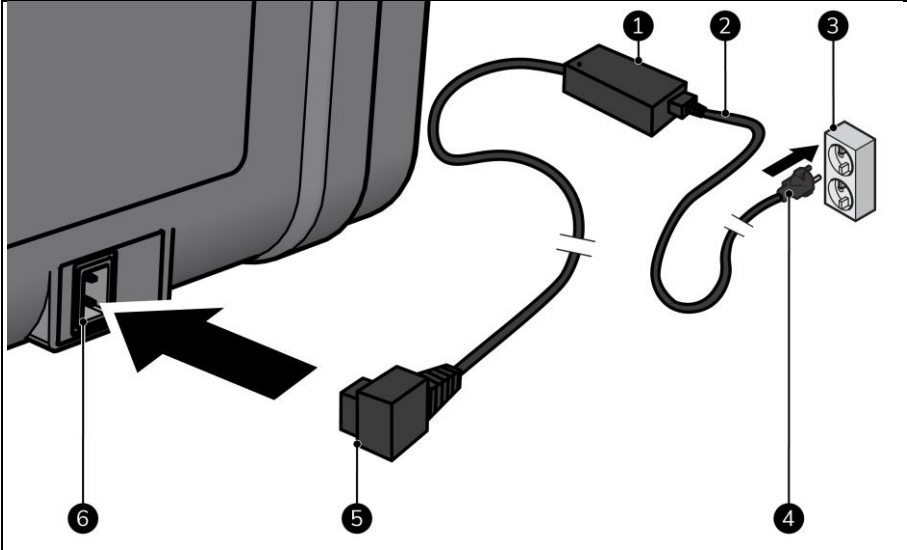

Abbildung 7
3. Stecken Sie das AC-Kabel (Abbildung 7, Pos. 2) in den AC/DC-Adapter (Abbildung 7, Pos. 1).
4. Stecken Sie den AC/DC-Adapterstecker (Abbildung 7, Pos. 5) in das Netzteil des Geräts.
5. Stecken Sie den Netzstecker (Abbildung 7, Pos. 4) in eine leicht zugängliche Steckdose (Abbildung 7, Pos. 3).